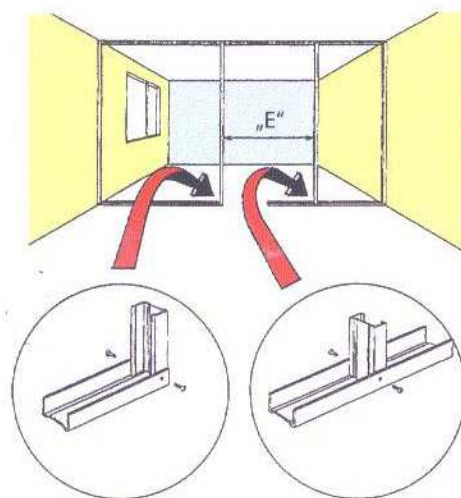

рис. 5.4
- 4 Установите стоечные профили перегородки, которые будут крепиться к конструкции дверной кассеты в соответствии с ее размерами (размер «Е» рис. 3.3), см. рис. 5.4.